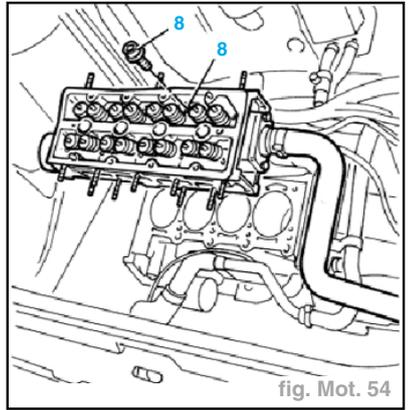

fig. Mot. 54
- Dévisser et retirer les bougies (2).
- Soulever partiellement la culasse supérieure et introduire l'outil (4) de retenue des poussoirs (réf. 1-860-988-000).
- Dévisser les vis de fixation (1a) et déposer la culasse unique (1b) (fig. Mot. 54).